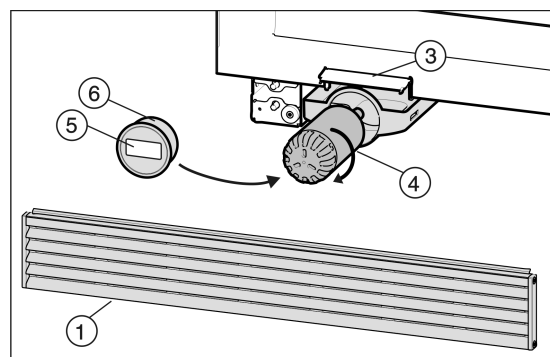

Fig. 9
▶ Mettre le nouveau filtre Fig. 9 (4) en place et le tourner d'env. 100° dans le sens des aiguilles d'une montre jusqu'à la butée.
▶ Poser le couvercle du filtre Fig. 9 (6).
- ▶ Inscrire la date du dernier remplacement sur l'autocollant *Fig. 9 (5)* fourni puis le coller sur le couvercle du filtre *Fig. 9 (6)*.
- ▶ Insérer le filtre à eau *Fig. 9 (4)*.
- ▶ Fermer le clapet de remplacement du filtre *Fig. 9 (3)*.
- ▶ Remettre la grille de ventilation *Fig. 9 (1)* en place et la pousser vers le bas. Elle doit être alignée par rapport au sol.